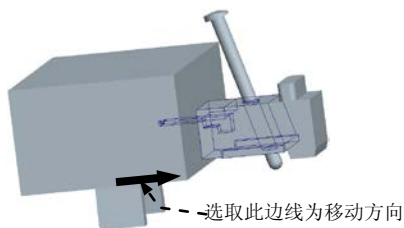

图 27.63 步骤 1 中要移动的第一组元件
Step3. 在系统的提示下, 选取图 27.63 所示的边线为移动方向, 然后在系统输入沿指定方向的位移的提示下, 输入要移动的距离值 30, 并按 Enter 键。